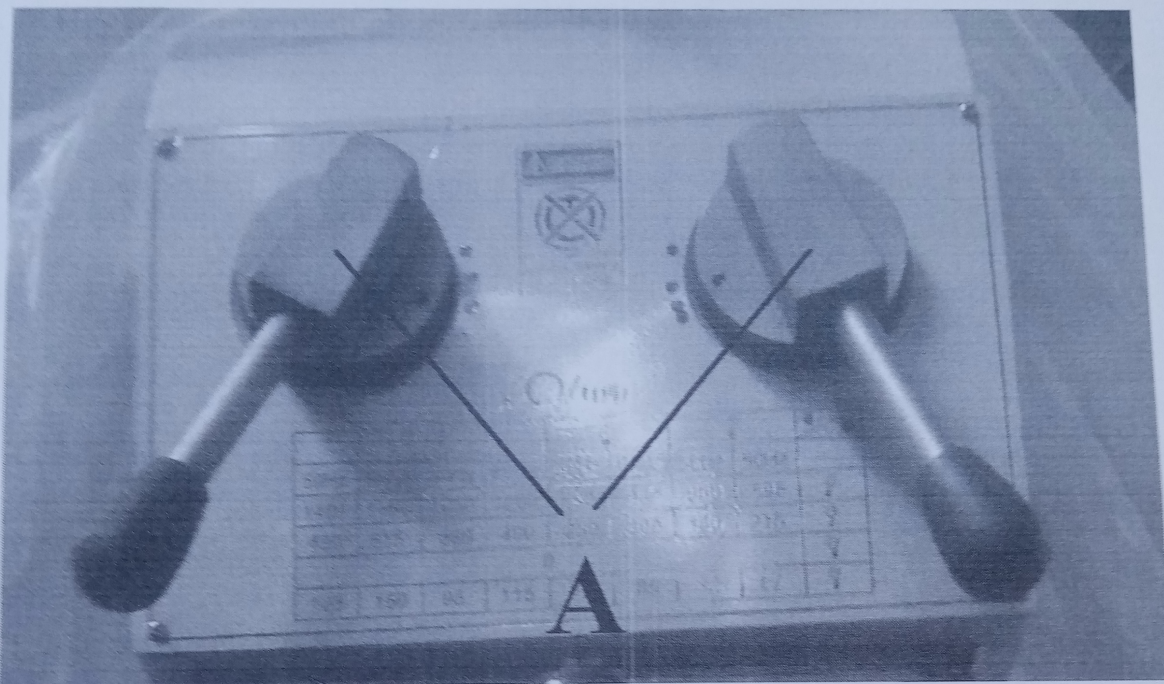

Рис. 5
5.2.1. Переключатель скорости (рис. 5)